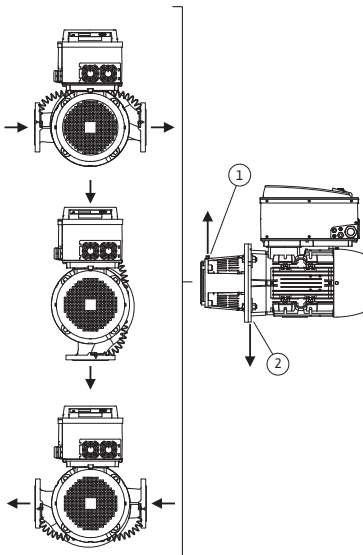
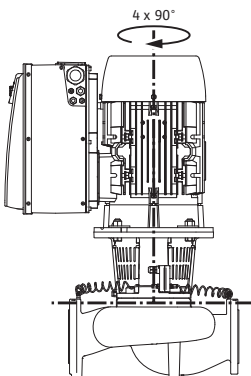

Fig. 18: Tillåtna monteringslägen med horisontell motoraxel
Fig. 19: Tillåtna monteringslägen med vertikal motoraxel
De tillåtna monteringslägena med horisontell motoraxel och elektronikmodul uppåt ( $0^\circ$ ) visas i fig. 18. De tillåtna monteringslägena med sidmonterad elektronikmodul ( $\pm 90^\circ$ ) syns ej på bild. Alla monteringslägen utom "elektronikmodul nedåt" ( $-180^\circ$ ) är tillåtna. Avluftning av pumpen garanteras endast om avluftningsventilen pekar uppåt (fig. 18, pos. 1).
Endast i denna position ( $0^\circ$ ) kan det kondensat som bildas föras bort via tillgängligt hål, pumplanterna och motor (fig. 18, pos. 2).
De tillåtna monteringslägena med vertikal motoraxel visas i fig. 19. Alla monteringspositioner utom "motorn nedåt" är tillåtna.
- Avluftningsventilen på lanternan (fig. 6, pos. 1.31) måste alltid vara riktad uppåt vid en horisontell motoraxel (fig. 6). Vid en vertikal motoraxel är alla riktningar tillåtna. Se även Fig. 18: "Tillåtna monteringslägen med horisontell motoraxel" på sidan 17 resp. Fig. 19: "Tillåtna monteringslägen med vertikal motoraxel" på sidan 17.
- På horisontella motoraxlar måste kondenshålen peka nedåt (fig. 18, pos. 2). Vrid vid behov motorn tills detta uppnås.